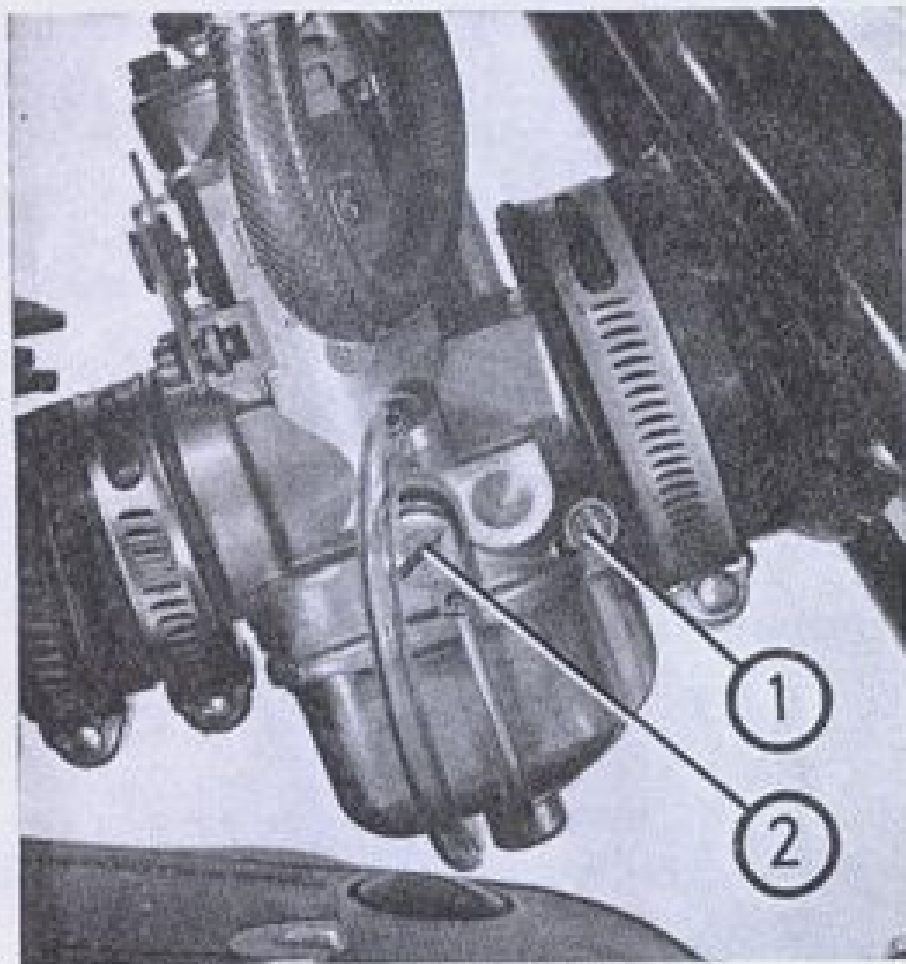

Fig. 13
4. **Ajuste de la marcha lenta (ralenti).** La marcha lenta adecuada es aquella que permite rodar a muy pocas revoluciones en primera velocidad. Para ello, graduar el tornillo 2 situado en el lado izquierdo del carburador (fig. 13). Para aumentar o disminuir la marcha lenta se debe roscar o desenroscar dicho tornillo 2.
Para graduar la mezcla se dispone del regulador del aire 1 (fig. 13), situado en el lado izquierdo del carburador. Para determinar la posición del regulador del aire, poner el motor en marcha lenta, roscar el regulador hasta el fondo y luego desenroscar $\frac{1}{4}$ de vuelta. Si el motor no soporta bien esta graduación, roscar el regulador hasta que el motor tienda a pararse por mezcla demasiado rica. En este momento desenroscar el regulador hasta que el motor tienda a pararse por mezcla demasiado pobre. La graduación más adecuada será la media entre ambas graduaciones.